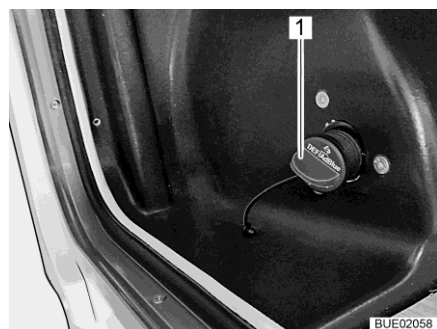

Bild 39 Påfyllningsöppning för AdBlue®
- Vrid det blå locket (Bild 39,1) moturs och ta bort det.